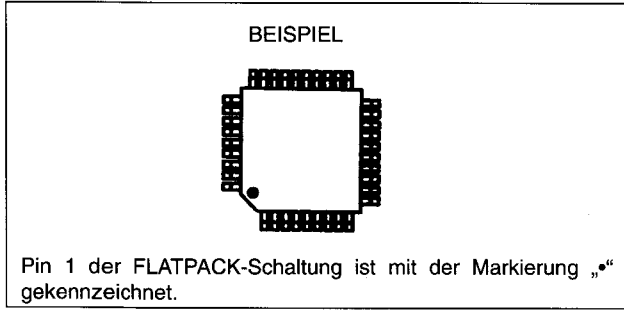

Abb. 2-9
b. Die Markierung „•“ auf der Flatpack-Schaltung kennzeichnet Pin1. Diese Markierung muß mit dem Kontakt 1 auf dem Print übereinstimmen. Löten Sie die vier Ecken der Schaltung an (siehe Abb. 2-9).